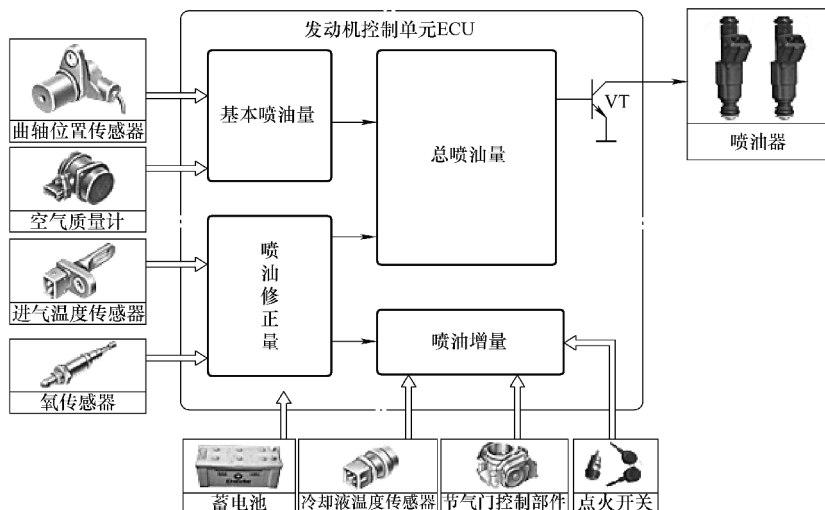

图 5-5 起动后的喷油量控制
(2) 起动后的喷油量控制 发动机转速超过预定值时，ECU 根据各种传感器输入的运行工况信息，对喷油量进行修正和调整，如图 5-5 所示。ECU 确定的总喷油量满足以下公式：